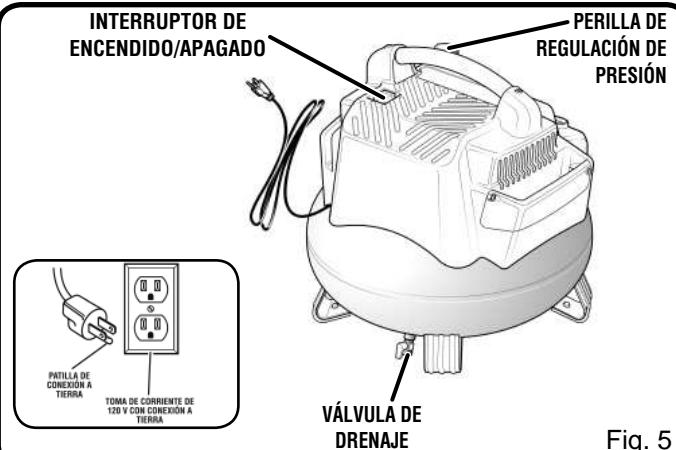

Fig. 5
- Asegúrese de que la válvula de drenaje del tanque está cerrada (consulte la Fig. 5).
- Asegúrese de que el interruptor de alimentación de encendido y apagado (ON/OFF) se encuentra en la posición de apagado (**O**) y que el compresor de aire está desconectado (consulte la Fig. 5).
- Asegúrese de que el botón del regulador de la presión está girado por completo en el sentido contrario a las agujas del reloj (consulte la Fig. 5).